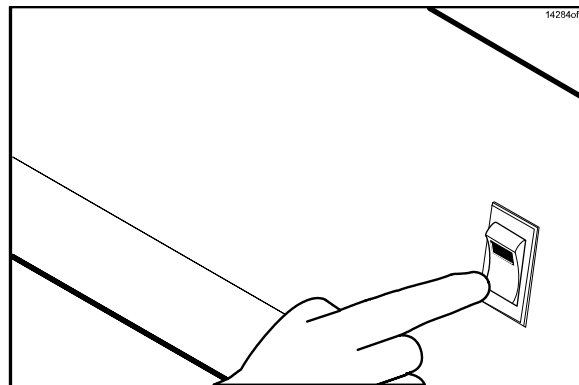

Figura 115
51. Coloque a chave de bloqueio do ventilador na posição **OFF** (DESLIGADA). (Veja a Figura 115.)